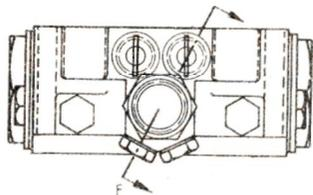

Abb. 37 Mengenverteiler 19 a
Der Verteiler (Abb. 37) hat die Aufgabe, einen Hauptstrom in zwei gleiche Teilströme zu zerlegen, unabhängig von den Widerständen der Teilströme. Die Steuerungsimpulse werden durch Drosselstellen (1) im Verteiler gegeben. Als Reglerorgan ist ein schwimmender Kolben (2) vorgesehen, der bei demjenigen Teilstrom, der hinter dem Verteiler einen geringeren Widerstand hat, durch Drosselung des Austrittskanals einen zusätzlichen Widerstand erzeugt, so daß die Gesamt-
Um ein Durchströmen des Rücköles durch den Verteiler zu gewährleisten, ohne Rücksicht auf seine Kolbenstellung, sind für den Rücklauf zwei Umföhrungskanäle (3) (Abb. 37) mit Rückschlagventilen (4) im Verteilergehäuse vorgesehen.